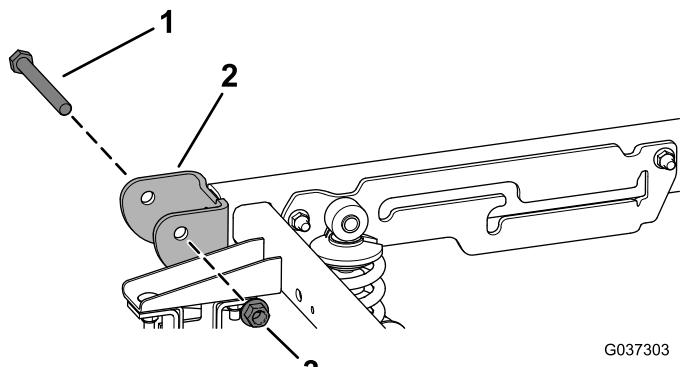

Figure 4
5. Retirez les 2 boulons de pivot ($1/2 \times 4\frac{1}{2}$ po) et 2 contre-écrous ($1/2$ po) du support de pivot situé à l'arrière de la machine (Figure 4).